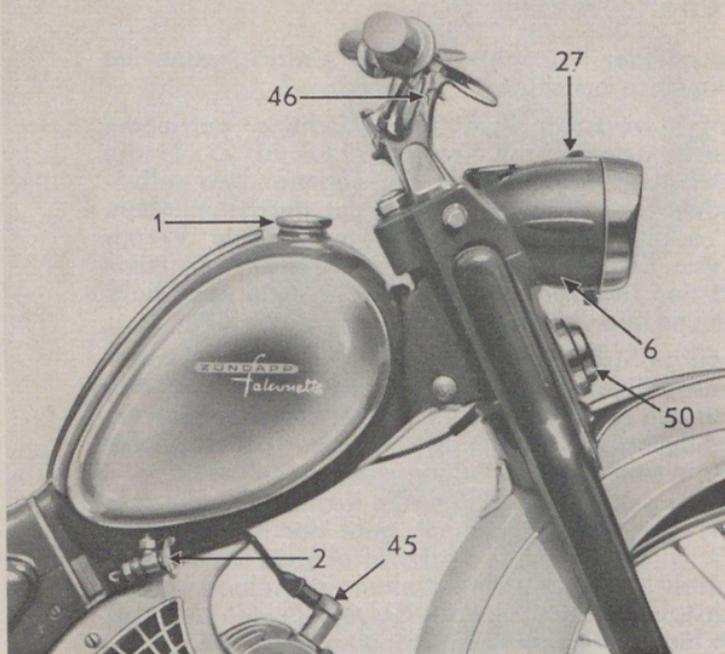
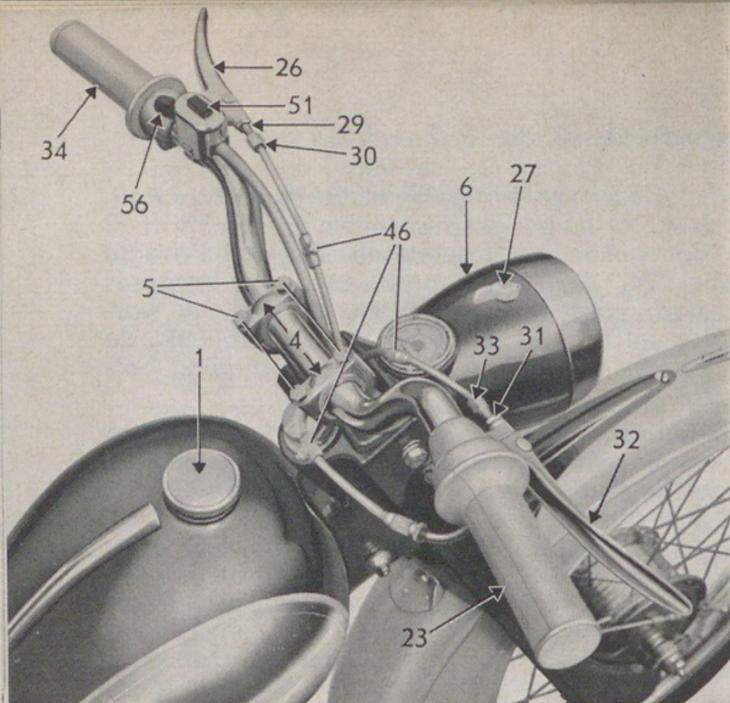

Bild 1
Bild 5
- d) **Der Lenker** (Bild 5) der Falconette ist in zwei Lenkerhaltern 4 mit je einer Schelle gelagert und kann nach Lösen von vier Sechskantschrauben 5 nach vor- oder
### 3. **Beleuchtung** (Bild 5)
Unterhalb des Scheinwerfers ist als Warnsignal eine Schnarre 50 (Bild 1) eingebaut, die durch Drücken auf den Knopf 51 in Tätigkeit gesetzt wird (Bild 5).
2. **Die Kupplung** soll nicht schleifen. Bei richtiger Einstellung hat der Handkupplungshebel 26 (Bild 5) beim Anziehen, also beim Auskuppelvorgang, etwas Spiel
### 11. **Alle Seilzüge** (Bild 5) müssen sich in ihren Hüllen leicht bewegen lassen und sind deshalb nach den 3 Inspektionen, bzw. nach Bedarf zu schmieren. Hierbei sind von den Einfüllstellen 46 die Hütchen abzunehmen. Nach dem Einspritzen eines dünnen Öles (z. B. SAE 40) die Hütchen wieder aufsetzen.